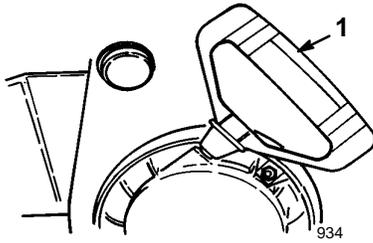

Abbildung 21
- **Rücklaufstarter** (Abb. 21)—Der Rücklaufstarter befindet sich an der Rückseite des Motors. Den Rücklaufstarter ziehen, um den Motor zu starten.
7. Rücklaufstartergriff (Abb. 21) greifen und langsam herausziehen, bis ein Widerstand zu spüren ist. Dann kräftig ziehen, um den Motor zu starten.